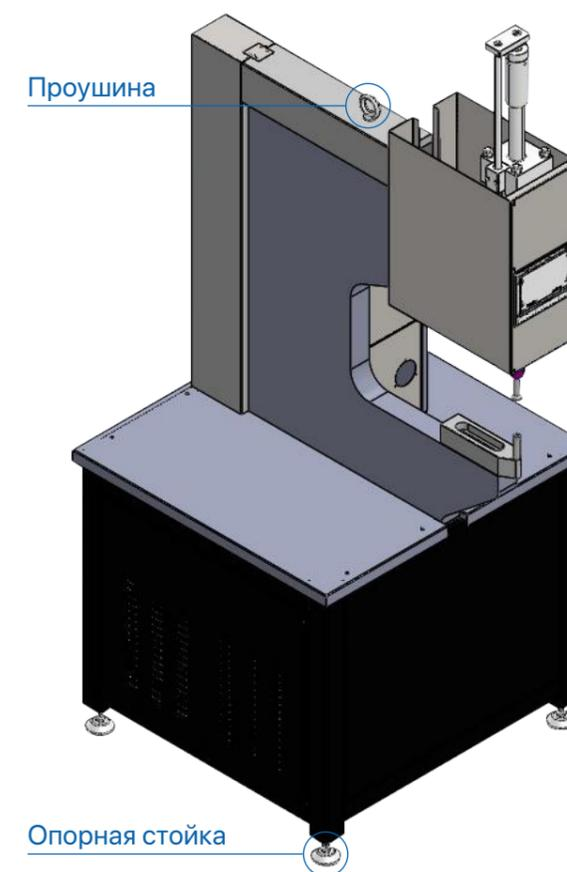

Рисунок 2
2.1.4. Поднимите станок с помощью вилочного погрузчика или с использованием стропы, закреплённой в проушине верхней части рамы станка и имеющей соответствующую грузоподъёмность (рис. 2).
2.2.2. Выровняйте станок по уровню с помощью четырёх регулируемых опорных стоек (рис. 2). После регулировки затяните гайки опорных стоек.